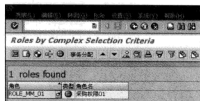

图14-38 按权限对象查询权限结果
STEP 2 输入权限对象，然后单击“”按钮。这里以刚才创建的“ZTEST01”权限对象为例，运行后可以看到该权限对象仅分配给了“ROLE_MM_01”这个权限，如图14-38所示。